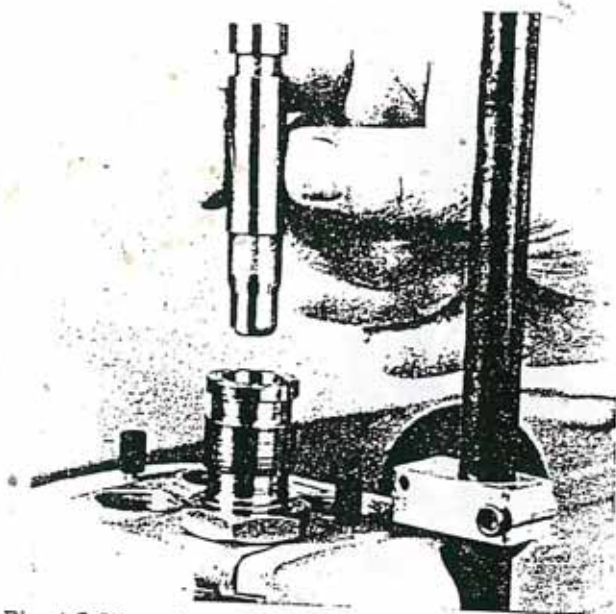

Fig. 18 Slipp ekspander/kruttsjotka ned i kruttdien, der den skalkunne beveges fritt opp og ned.
På stasjon 2 installerer vi kruttmålet på følgende vis. Skru først kruttdien (542) (fig. 17) ned i verktøyhodet, og slipp pistolkruttsjakten (543), eller riflekruttsjakten ned i dien (544) med den grove enden opp. (fig 18) Sjakten vil nå bevege seg fritt i dien. Sett kruttmålet på kruttdien, skru til kruttmålsfeste (561) (fig 19) slik at kruttmålet kan vris på kruttdien. Dette vil gjøre det mulig å justere dien.